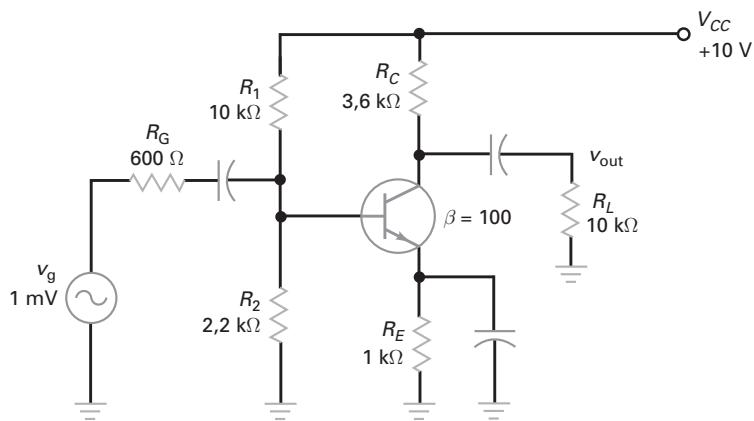

Figura 8-35
- 8-26** **MultiSim** A tensão de alimentação na Figura 8-35 aumenta para +15 V. Qual é a tensão na saída?
8-27 **MultiSim** Se a resistência do emissor dobrar na Figura 8-35, qual será o valor da tensão na saída?
8-28 **MultiSim** Se a resistência do gerador na Figura 8-35 for reduzida pela metade, qual será o valor da tensão na saída?
8-39 Se todas as resistências forem dobradas na Figura 8-35, qual é a tensão na saída?